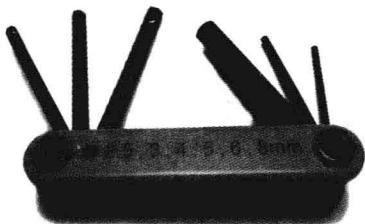

图 1-2 组合内六角扳手
(1) 内六角扳手，有制成7字形杆状的，整体外形为六角体，也有多种规格组合在一起，做成组合形式的，如图1-2所示。每种规格只适合装拆一种规格的内六角螺钉。